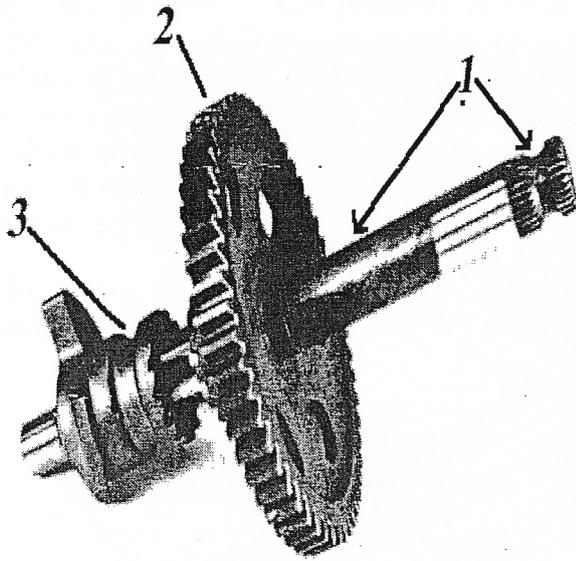

FIG.30
9. El motor Ossa utiliza una palanca de arranque accionada por el pie. Este sistema actúa desde esta palanca (Fig 30) hasta el eje primario de la caja de cambios El conjunto de arranque se compone 1) Del eje de la palanca de arranque ,2) un piñón de transmisión que gira ( en un principio) libre sobre el eje ,3) un trinquete con un muelle interno que “unifica o libera” el piñón al eje ,4) un muelle de retorno , 5) una palanca de arranque y un 6) tornillo de tope que está enroscado en el carter derecho.